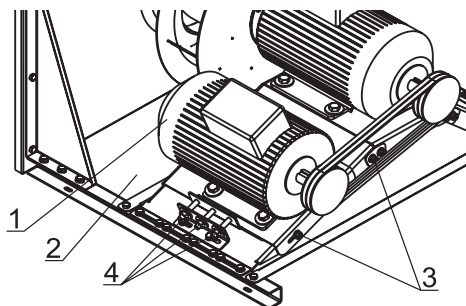

Рисунок 32. Натяжение ремня вентилятора
Натяжение ремней (рис. 32) регулируется перемещением электродвигателя (1) вдоль площадки (2). Для этого нужно: ослабить затяжку болтовых креплений (3) электродвигателя к площадке (2) и стопорные гайки натяжных болтов (4); переместить его закручиванием гайки натяжных болтов (4), добиться выравнивания ведомого и ведущего шкивов (см. «Выверка валов вентилятора и электродвигателя»); затянуть болтовое соединение (3). После выполнения всех операций затянуть стопорные гайки натяжных болтов (4).
Шкивы устанавливаются на вал через коническую втулку, которая посажена в сопрягающуюся конусную расточку в шкиве. Чтобы установить, вставьте втулку в шкив. Совместите отверстия (не резьбовые) и надвиньте весь узел на вал. Установите винты. Сцентрируйте шкивы и затяните винты. При этом размер (А) см.рис.32, от торца втулки до торца вала должен быть не менее 5 мм.